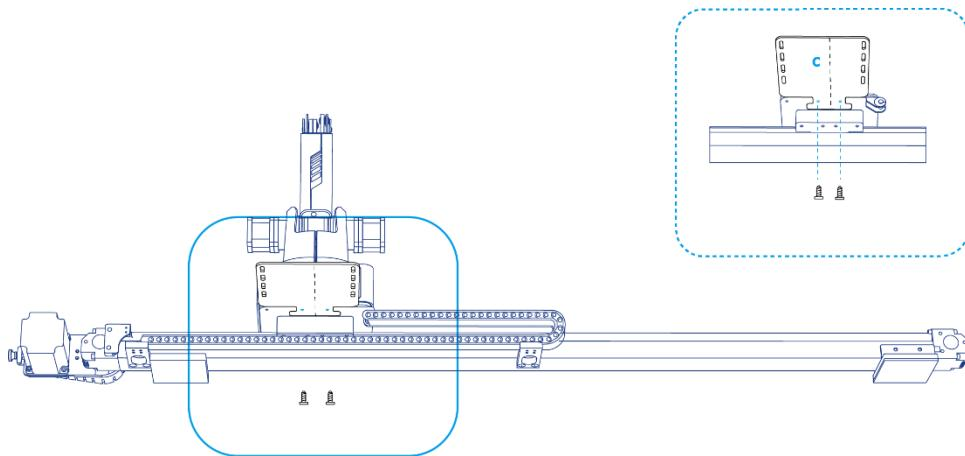

图 5.186 固定固定板 c
1. 采用两颗M3\*8杯头内六角螺丝将固定板c固定在固定板a，如图 5.186所示。